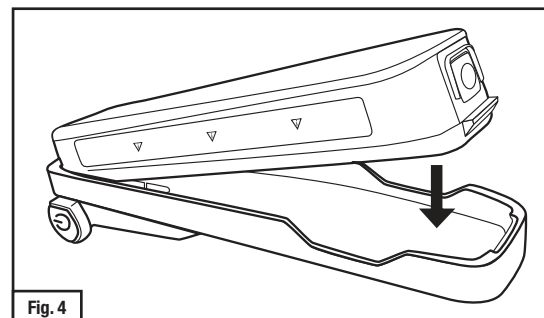

Fig. 4
2. Inserte la batería TR-630 en el adaptador de batería TR-659 al deslizar el lado articulado de la batería en el lado correspondiente del adaptador (lado con el botón de encendido) (Fig. 4).